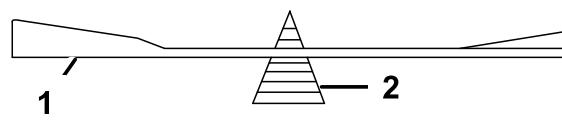

Figure 63
2. Vérifiez l'équilibre de la lame en la plaçant sur un équilibrEUR (Figure 63).